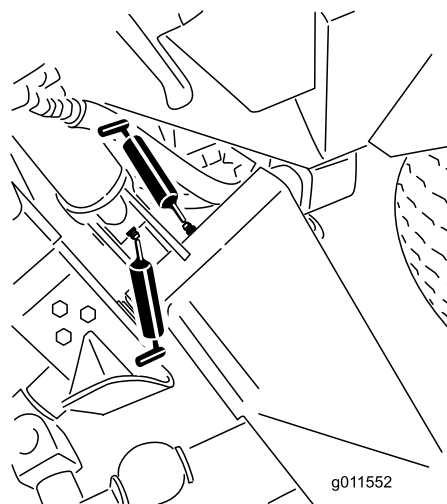
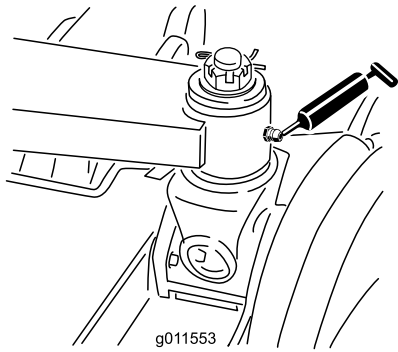

Figura 84
Figura 85
- 6 casquillos de brazos de elevación principales (Figura 84 y Figura 85)